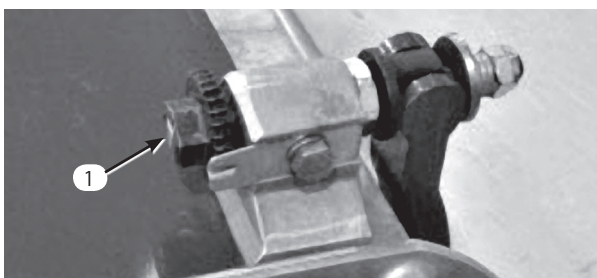

図8
1. ユニットを水平で平らな作業台の上に置く。ベッド・バー調整ネジを左に回して、リールと下刃の接触を完全になくす (図8)。